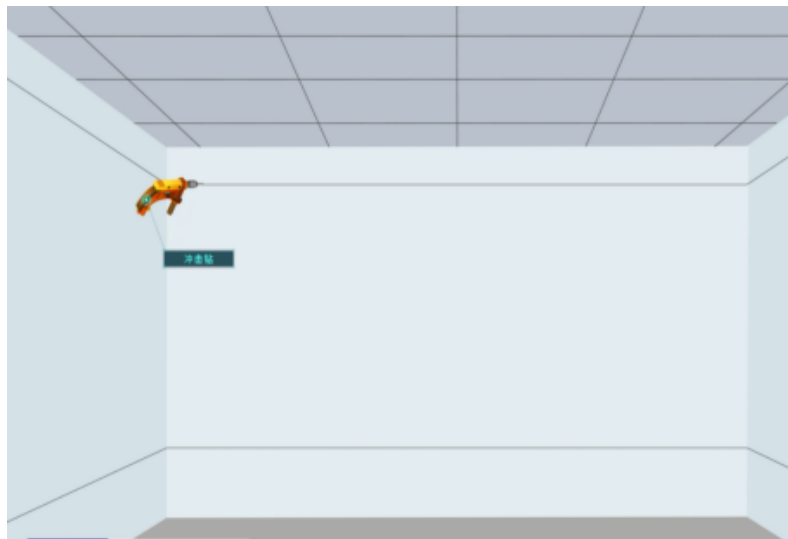

图3-9安装边龙骨
②安装边龙骨。冲击钻在顶棚标高线位置上进行钻孔，打孔深度不宜大于5厘米，孔的间距为600mm，将边龙骨放置在顶棚标高线上，用充电电批将膨胀螺栓将边龙骨固定在墙面上，如图3-9所示。